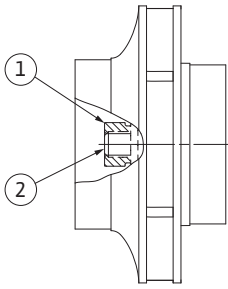

Fig. 52: Prawidłowe położenie nakrętki wirnika po montażu
29. Przytrzymać wał (patrz czynność 24) i dokręcić nakrętkę wirnika zalecanym momentem dociągającym (patrz wykaz „Tabela 11: Momenty dociągające dla śrub” na stronie 175). Nakrętka (Fig. 52, poz. 1) musi znajdować się równo z końcem wału (Fig. 52, poz. 2) $\pm 0,5$ mm. Jeżeli tak nie jest, odkręcić nakrętkę i powtórzyć czynności 25 do 29.